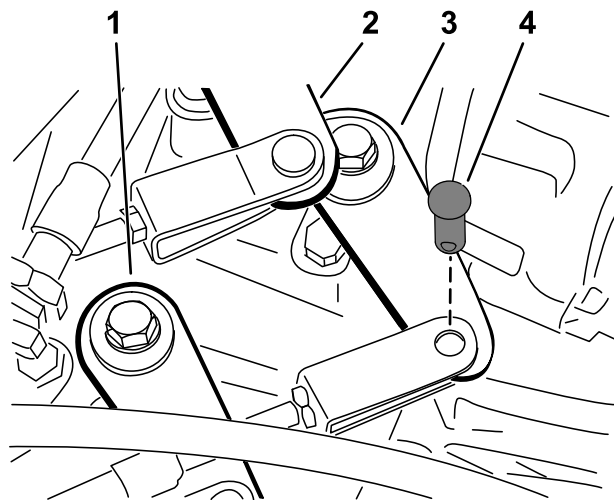

Figura 44
2. Îndepărtați tifturile cu cap și gaură care fixează cablurile pentru schimbătorul de viteze la braele cutiei de viteze (Figura 44).
1. Îndepărtați tifturile cu cap și gaură care fixează cablul pentru gama de viteze ridicate - reduse la cutia de viteze (Figura 44).